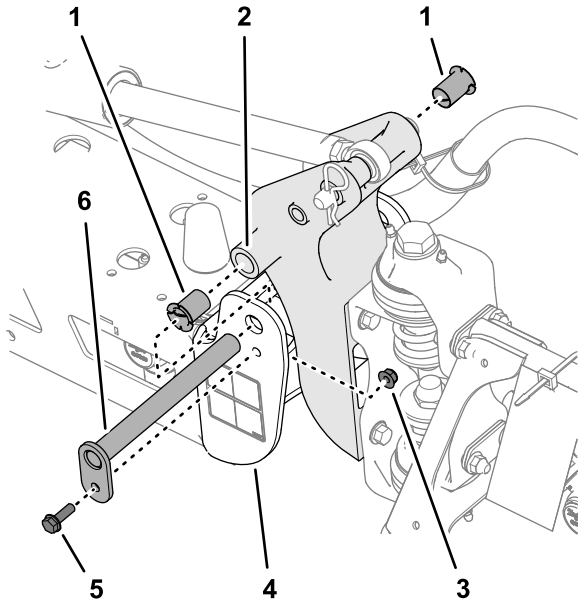

Bild 105
3. Entfernen Sie die Schraube und die Mutter, mit denen der Lagerbolzen befestigt ist, und nehmen Sie den Bolzen ab (Bild 105).
5. Nehmen Sie die Nylonbüchsen vorne und hinten an der Schwenkhalterung ab und prüfen Sie sie (Bild 105).
6. Tragen Sie etwas Öl auf die Nylonbüchsen auf und setzen Sie diese in die Schwenkhalterung ein (Bild 105).
7. Fluchten Sie die Löcher in der Schwenkhalterung mit den Löchern im Endkanal aus (Bild 105).